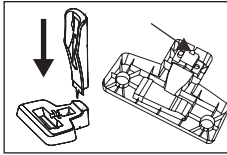

fig. 1
- Monte la base de carga (21+23) - fig. 1, para desmontar la base, inviértala, mueva la palanca y extraiga la parte superior.